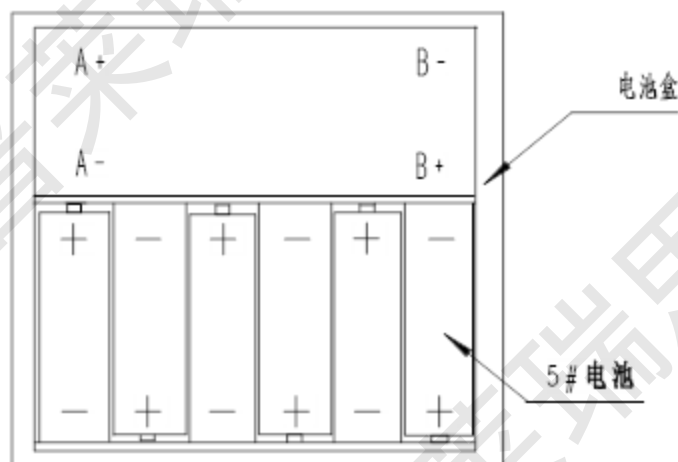

图 3 电池安装图示
- 4.1 打开仪器电池盒盖，按图 3 所示安装电池，然后重新盖好电池盒盖，锁紧螺钉。